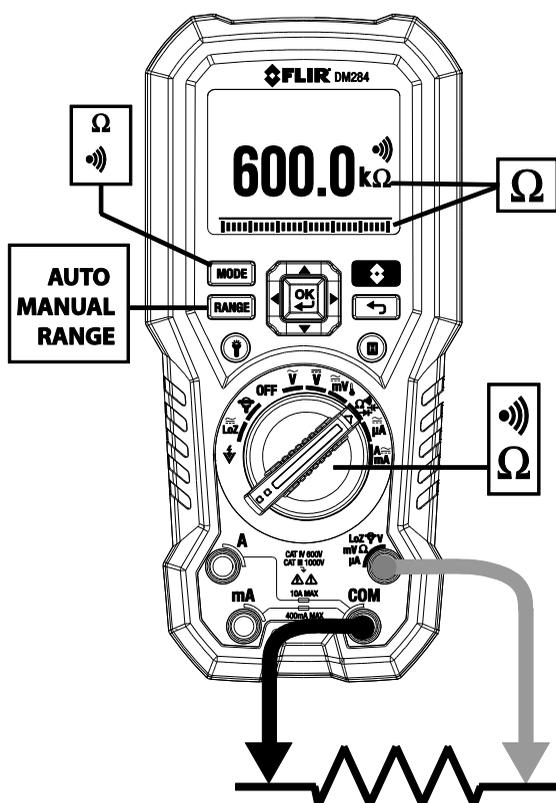

图 7-3 电阻与通断性测量
1. 请参阅图 7-3。将功能开关设定至  $\Omega$  档位。
1. 请参阅图 7-3。将功能开关设定至  档位。